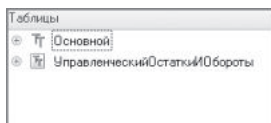

Рис. 16.19. Таблицы запроса
- виртуальная таблица регистра бухгалтерии Управленческий. ОстаткиИОбороты (рис. 16.19).